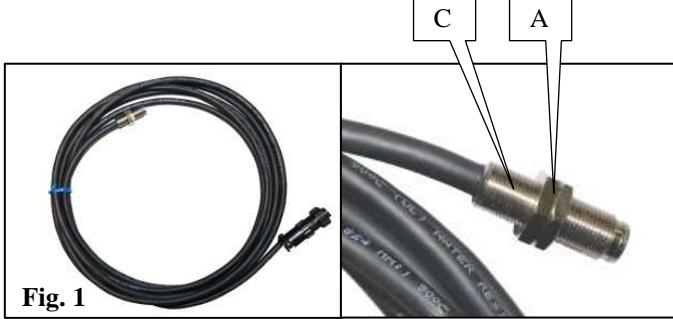

Fig. 1
c) Mounting on a NC seeder (Fig. 1)
c) Montage auf eine Sämaschine NC (Abb. 1)
c) Montage op zaaielment type NC (Fig. 1)
c) Montaje sobre sembradora NC (Fig. 1)
c) Montaggio su seminatrice NC (Fig. 1)
-Ajuster la position du capteur à l'aide des deux écrous de blocage A (fig. 1) de telle sorte que **le bout du capteur se trouve à 2 mm de l'arrêté de l'arbre 6 pans**.